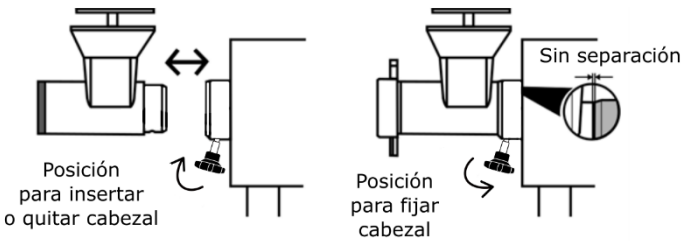

FIG 2. INSTALACIÓN DE CABEZAL
- 2.- Gire la perilla de cabezal (8) en sentido de las manecillas del reloj (Ver Fig 2) para poder retirar el cabezal (13).
- a) Después de ensamblar el cabezal (13), vuelva a colocar la perilla para cabezal (8) y gire en sentido contrario a las manecillas del reloj para fijar el cabezal al equipos (Ver Fig. 2).
- b) La navaja (18) debe insertarse con el filo hacia enfrente, en la flecha del gusano.
- c) Posicione el cedazo (19) centrado contra la navaja (18) asegurando que la muesca coincida con el pin insertado en el cabezal.